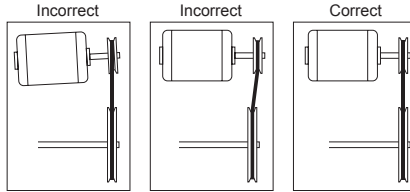

Figure 7
2. Poser les poulies sur les arbres et fixer avec une vis de calage. Contrôler le bon alignement des poulies, voir Figure 7. Le mauvais alignement des poulies provoque l'usure de la courroie, des vibrations et du bruit.